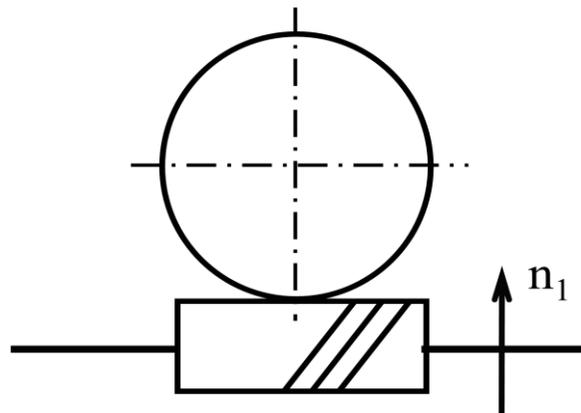

图5
3. (15分) 在图5所示的蜗轮蜗杆传动中, 蜗杆为主动件, 转动方向及旋向如图中所示, 试: (1) 在图中画出啮合点处蜗轮、蜗杆的受力方向和蜗轮转动方向(作答时需要抄图)。(2) 假定蜗杆模数  $m=4\text{mm}$ 、头数  $z_1=2$ 、直径系数  $q=10$ , 蜗轮齿数  $z_2=39$ , 试求蜗杆分度圆直径及蜗轮蜗杆传动的中心距  $a$ 。